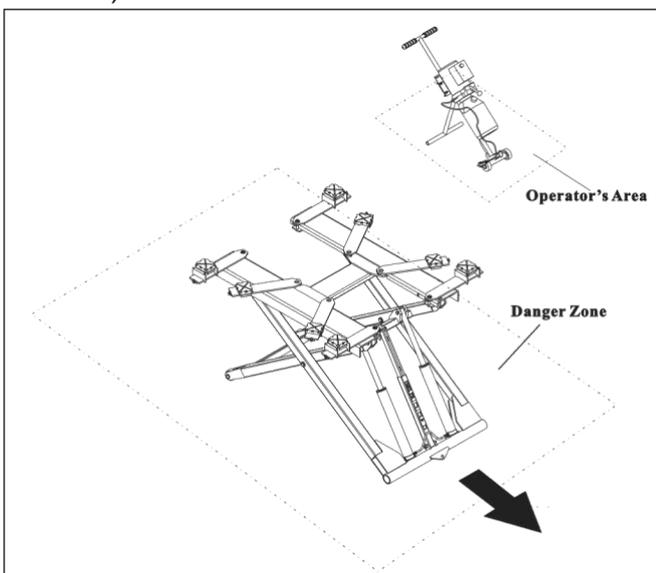

Fig. 3
- Não entre na zona de perigo quando os veículos estiverem a ser elevados (Fig. 3)
Durante as operações de subida e descida, o pessoal deve deixar a área seguindo as regras e instruções. Durante as operações de subida e descida, nenhuma pessoa é autorizada a trabalhar sob as partes móveis do elevador (fig.3)